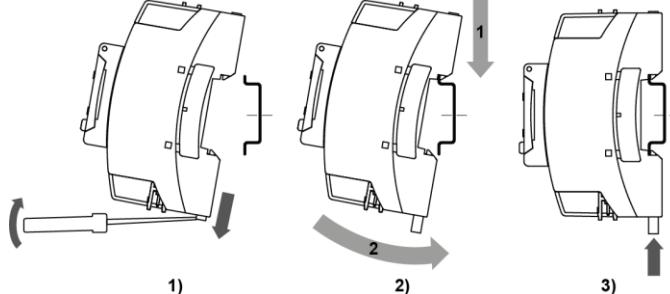

Рисунок 1 – Монтаж і демонтаж пристрою
- Вставивши викрутку у вушко, відтягнути засувку (див. рисунок 1, 1). Пристрій встановити на DIN-рейку.
- Пристрій притиснути до DIN-рейки (див. рисунок 1, 2, стрілки 1 і 2). Викруткою повернути засувку в початкове положення.